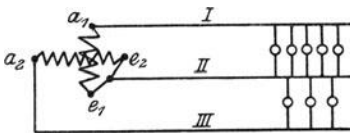

Fig. 142.
286. Ein zweiphasiger Wechselstrom wird durch drei Leitungen fortgeleitet (Fig. 142). Die beiden Außenleiter haben je 1Ω Widerstand, der gemeinsame Mittelleiter $0,8 \Omega$. In dem Außenleiter I fließt ein Strom von $10 [12] (8) A$, in dem andern III ein Strom von $5 [7] (6) A$. Gesucht wird: